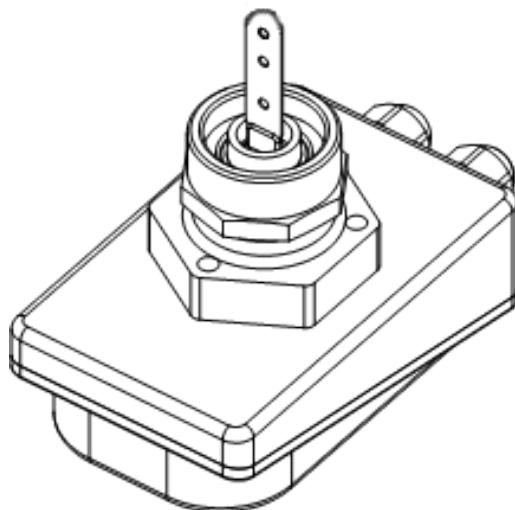

Рисунок 10 – Сигнализатор с установленной футоркой
6.10.4 Перед установкой лопатки установите на сигнализатор футорку G 1¼ - G ¾ (рис.10).
6.11.4 Перед установкой лопатки установите на сигнализатор футорку G 1¼ - G ¾ (рис.10).